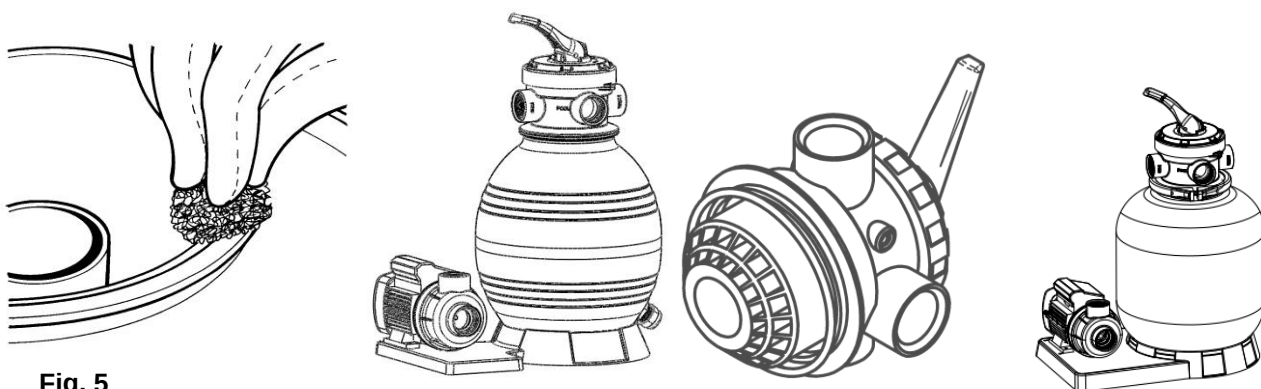

Fig. 5
5. Rimuovere la tramoggia e pulire in modo accurato il bordo dell'apertura del serbatoio dai residui di sabbia. Per agevolare la messa in funzione si consiglia di riempire il serbatoio del filtro con $\frac{3}{4}$ di acqua. Poi montare la valvola a 4 vie e la guarnizione del filtro (O-Ring, fig. 5) Il collegamento avviene con un anello elastico. L'anello elastico viene fissato con una vite ad anello elastico e un dado ad anello elastico.